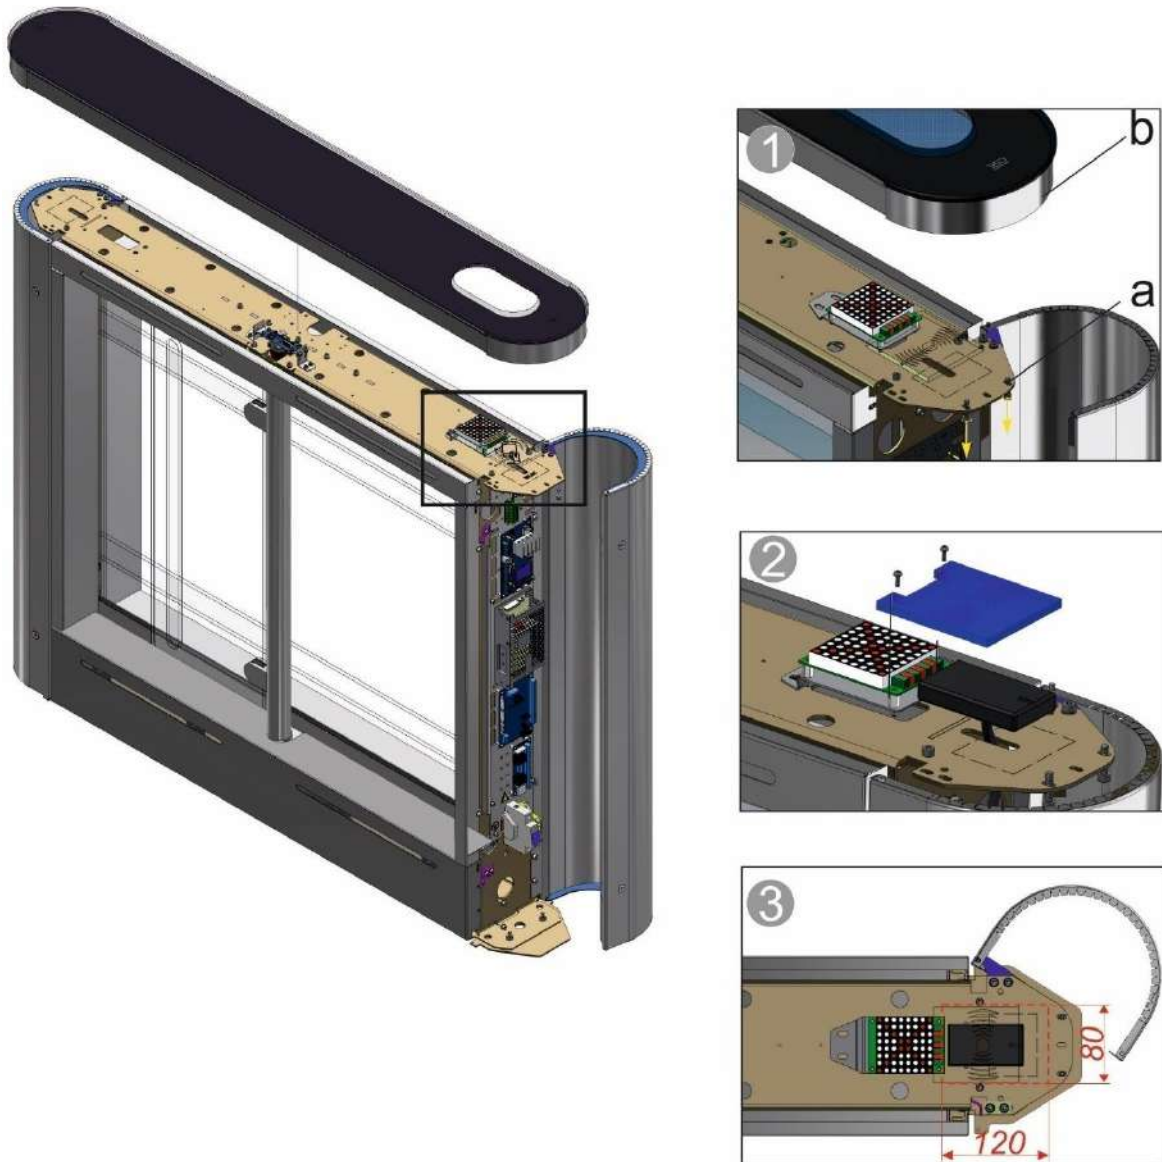

Рис.23– Встановлення зчитувача в тумбу турнікета
- Зняти кришку *b* (або скляну стільницю) турнікета, викрутивши гвинти *a* з каркасу (див.Рис.23);